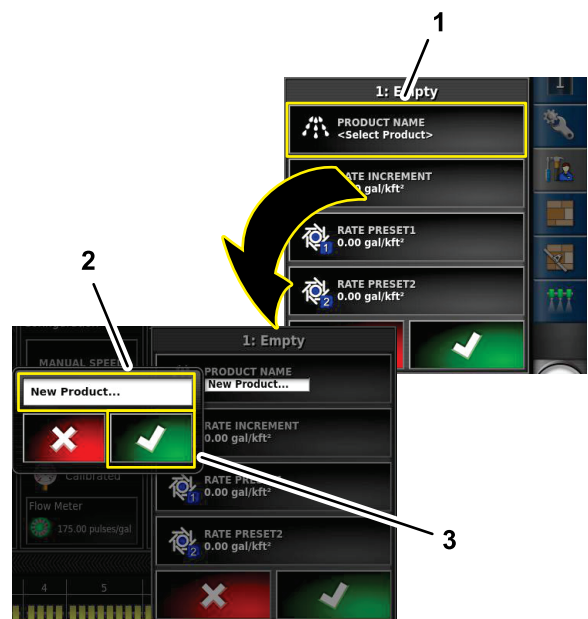

Figure 116
4. Dans la fenêtre de configuration de produit, appuyez sur l'icône NOM DE PRODUIT (Figure 116).
5. Appuyez sur l'icône NEW PRODUCT... (nouveau produit), puis appuyez sur l'icône de confirmation (Figure 116).